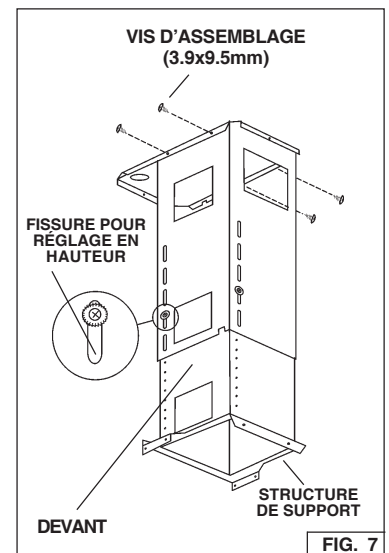

FIG. 7
4. Fixez la structure de support à l'étrier au moyens des (4) vis d'assemblage 3.9x9.5mm. Fig. 7.